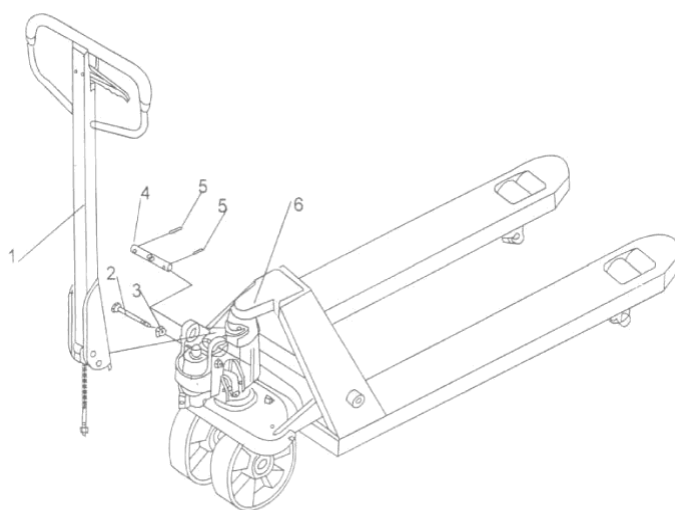

Fig. 5 Montage du timon
- c) Repoussez vers le bas le bras de timon, retirez la goupille (2, Fig. 5).
- d) Amenez le levier de commande sur la position « RAISE » (relever) puis soulevez la platine de levier avec la goupille (2, Fig. 5) et insérez la vis de réglage dans la fente avant de la platine de levier. Remarque : Maintenez l'écrou de réglage sous la platine de levier.
- e) Utilisez un marteau pour insérer la 2^{ème} goupille (5, Fig. 5) dans le 2^{ème} trou de l'essieu. La barre de traction est maintenant assemblée sur la pompe.